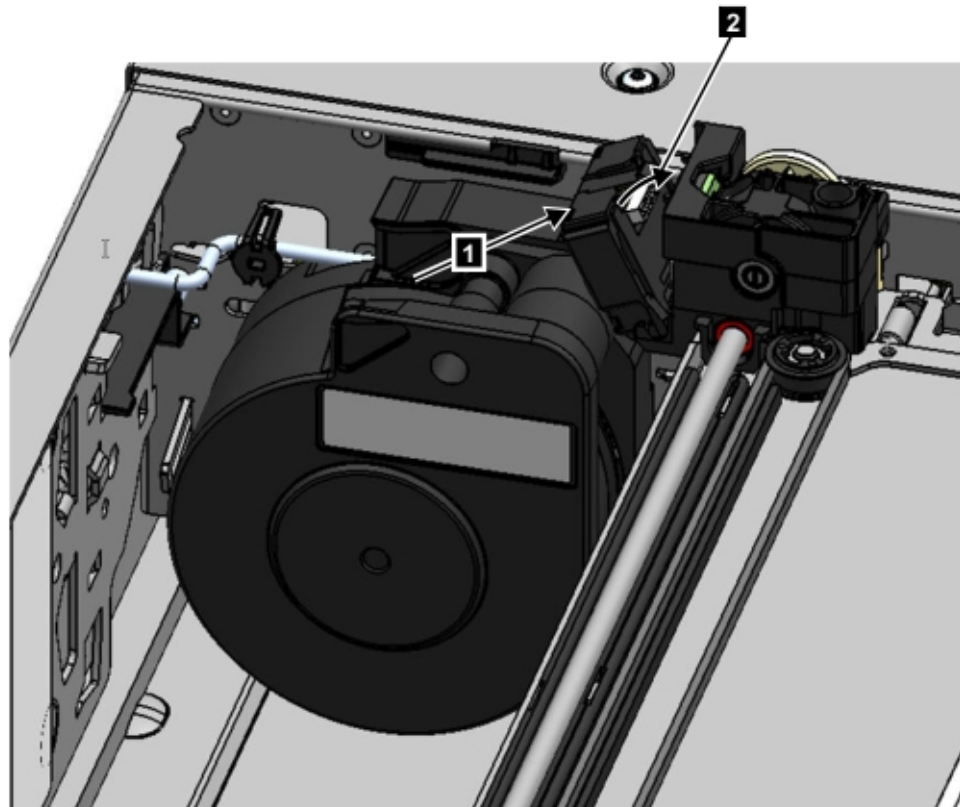

図 77. スプリング・ケーブルの取り付け
5. スプリング・ケーブルをアクセサリにつながるくぼみに入れ、きちんとはまるまで回転させます。145 ページの図 77 を参照。